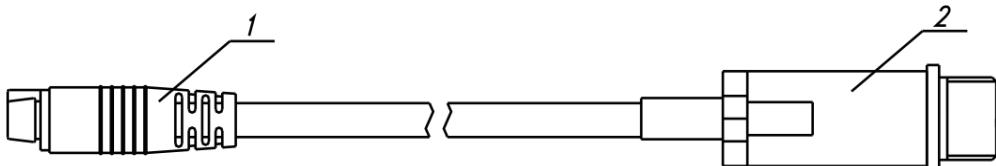
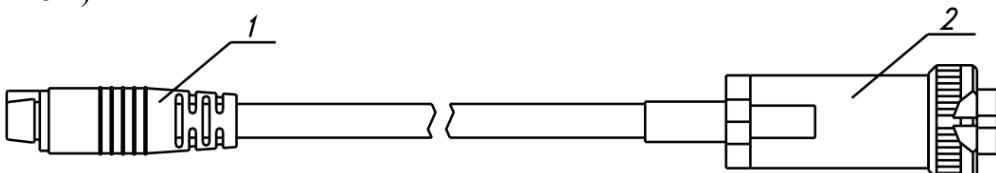

Рисунок 3.3 Кабель-удлинитель для измерительных преобразователей, приведенных в **ПРИЛОЖЕНИИ В** в пунктах 1, 4, 6, 7;
Рисунок 3.4 Соединительный кабель для измерительных преобразователей, приведенных в **ПРИЛОЖЕНИИ В** в пунктах 2, 3, 5, 8;
Преобразователи при необходимости подключаются к измерительному блоку с помощью встроенного кабеля, кабеля-удлинителя (см. рисунок 3.3) или соединительного кабеля (см. рисунок 3.4) в зависимости от исполнения.
- 4.3** Соединить измерительный блок и измерительный преобразователь, при необходимости, воспользовавшись кабелем-удлинителем (см. рисунок 3.3) или соединительным кабелем (см. рисунок 3.4) в зависимости от исполнения преобразователя. В случае если анализируемая среда предполагает содержание механической пыли, паров масла принять меры по их устранению.